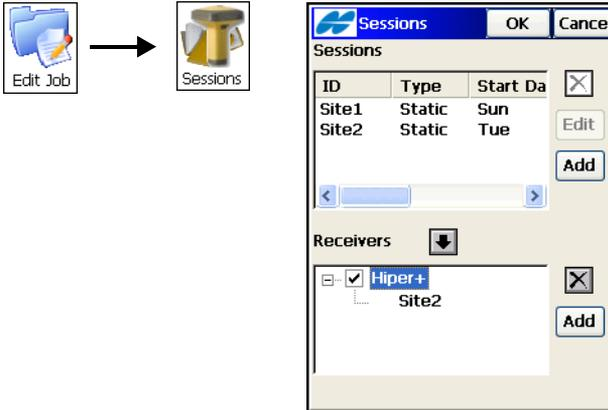

Abbildung 6-33. Session bearbeiten
1. Zum Hinzufügen einer neuen Session tippen Sie im Fenster *Sessions* auf **Neu** (Abbildung 6-33). Das Fenster *Session-Setup* erscheint.
Geben Sie den Standpunktnamen, die Art der Messung, die Ortszeit sowie das Datum für Anfang und Ende der Session, das Messintervall, die erforderliche Mindestanzahl Satelliten für die Messung sowie die Antennenhöhe und deren Messverfahren ein. Tippen Sie dann auf **OK**, um erneut das Fenster *Sessions* anzuzeigen (Abbildung 6-33 auf Seite 6-26).
5. Um die Sessionplanung für den Empfänger aus- oder einzublenden, tippen Sie auf das Minus- oder Pluszeichen (-, +) neben dem Empfängername (Abbildung 6-33 auf Seite 6-26).
6. Um eine Session in den Sessionplan des Empfängers zu übernehmen, markieren Sie die gewünschte Session in der linken Fensterhälfte. Wählen Sie dann den Empfänger auf der rechten Seite und tippen Sie auf  (Abbildung 6-33 auf Seite 6-26).
7. Zum Bearbeiten der Session markieren Sie diese auf der linken Seite und tippen auf **Edit** (Abbildung 6-33 auf Seite 6-26).
8. Zum Löschen der Session aus der Sessionliste oder dem Empfänger tippen Sie auf  (Abbildung 6-33 auf Seite 6-26).